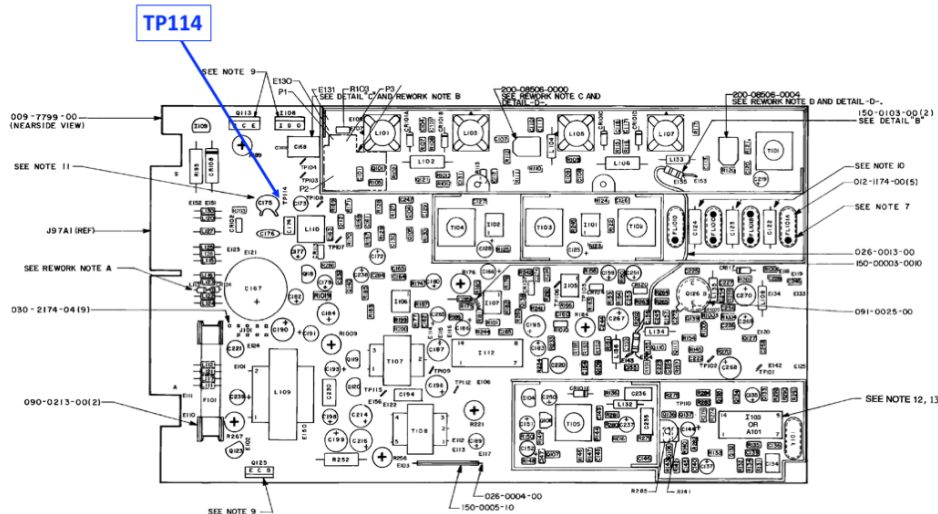

Figure 6.4.6.
- Brancher la sonde jaune de l'oscilloscope au point TP114 de la radio (voir figure 6.4.6. ci-dessous ; attention, il se peut qu'il n'y ait pas de cosse au point de mesure) :